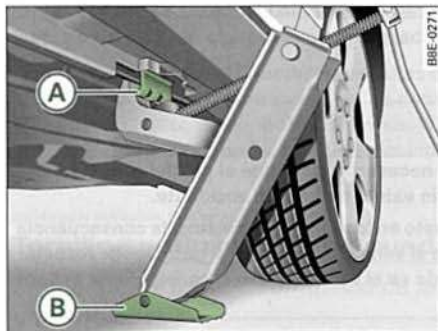

Fig. 235 Cambio de rueda: Gato
- Posicione el gato de modo que su garra envuelva el nervio del larguero inferior ⇒ fig. 235 A y que la placa base móvil B se apoye plana sobre el suelo.